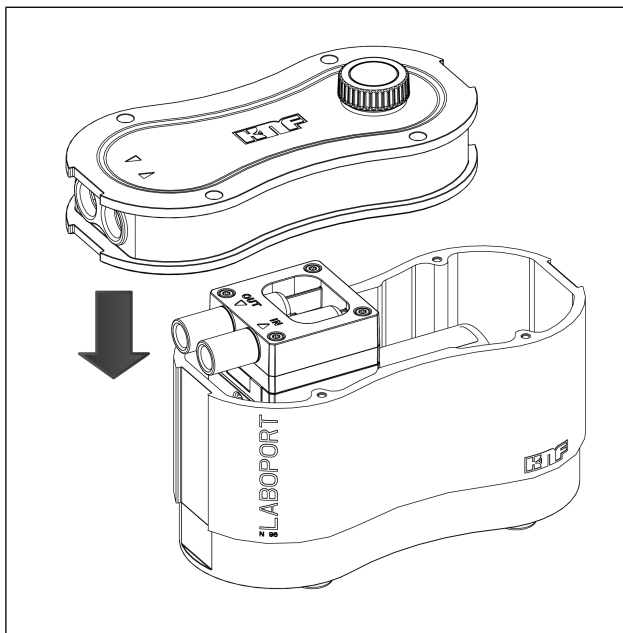

Fig. 11: Mise en place du couvercle du carter
1. Remettez prudemment le couvercle du carter (Fig. 6/2) sur le carter de la pompe (3) (voir Fig. 11).